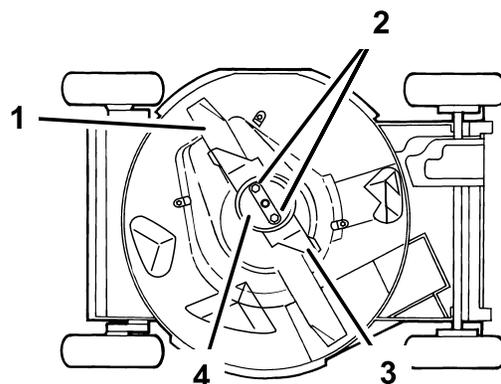

Figure 33
4. Basculez la machine avec la jauge de niveau en bas (Figure 33).
Tenez la lame à son extrémité avec un chiffon ou un gant épais. Enlevez les écrous de la lame, la coupelle de protection, l'accélérateur et la lame (Figure 33).
5. Enlevez les 2 écrous de la lame, la coupelle de protection, l'accélérateur et la lame (Figure 33).